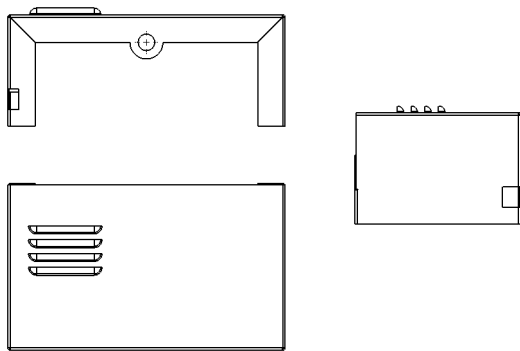

图 12-4 打开工程图文件
(1) 单击常用工具栏中的【打开】按钮, 打开一幅工程图文件, 如图 12-4 所示。